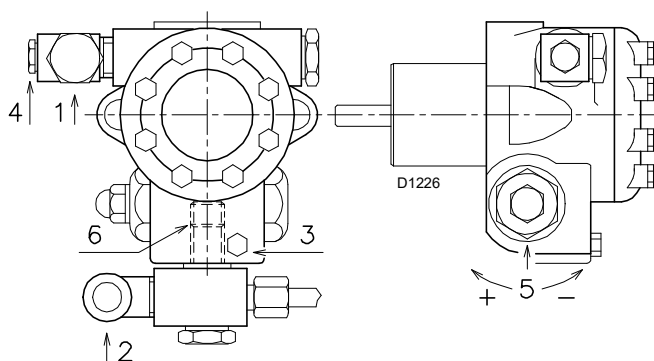

Fig. 21
- perché la pompa possa autoinnescarsi è indispensabile allentare la vite 3)(Fig. 21) della pompa per sfiatare l'aria contenuta nel tubo di aspirazione.